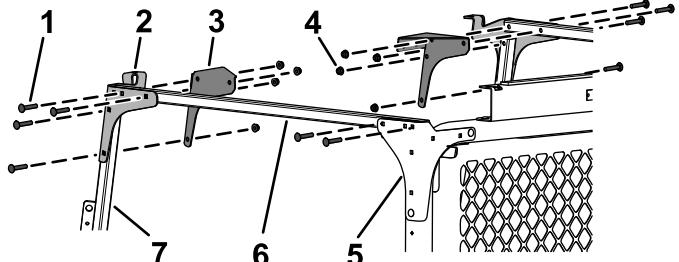

Figure 35
8. Fixez légèrement les tubes transversaux aux supports de montage arrière et aux goussets d'angle arrière à l'aide de 4 boulons de carrosserie (5/16" x 1 3/4") et 4 écrous à embase (5/16"), comme montré à la Figure 35.
9. Fixez légèrement les supports de montage avant et les goussets d'angle avant aux tubes transversaux et aux supports de pare-brise à l'aide de 8 boulons de carrosserie (5/16" x 1 3/4") et 8 écrous à embase (5/16"), comme montré à la Figure 35.